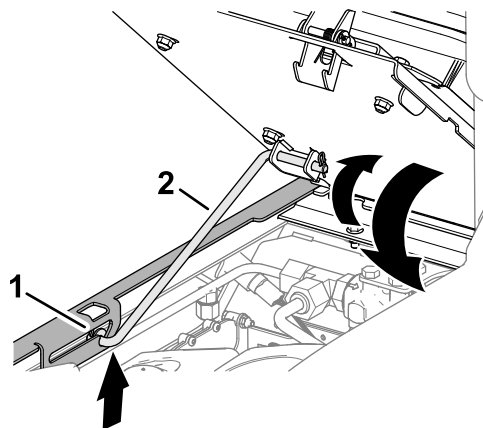

Bild 98
1. Heben Sie den Sitz leicht an und heben Sie die Stütze aus der Vertiefung des Sitzhalterungsschlitzes (Bild 98).